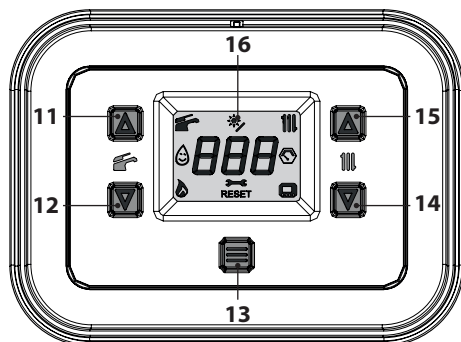
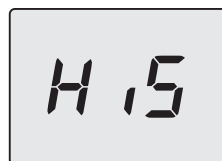
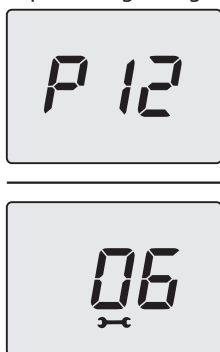

Figura 5.69
Figura 5.70
Figura 5.73
- Entrare in "modalità programmazione" premendo contemporaneamente per 5 secondi i tasti 12 e 14 (Figura 5.69) fino a far apparire sul display LCD le lettere **HiS** che indicano il menu "Storico delle caldaie" (Figura 5.70).
- Premere per 1 sec. il tasto 13 (Figura 5.69) per entrare nel parametro selezionato. Il display visualizzerà quanto segue (Figura 5.73).
- Premendo il tasto 13 (Figura 5.69) si ottiene la conferma del valore inserito. Il display visualizzerà per 5 sec. quanto segue (Figura 5.74) poi, si porterà al livello superiore.
- Premendo contemporaneamente i tasti 12 e 14 (Figura 5.69) si esce senza modificare il valore (ritorno al livello precedente).
- tenere premuti contemporaneamente i tasti 12 e 14 per 5 sec. (Figura 5.69) (ritorno al livello precedente).